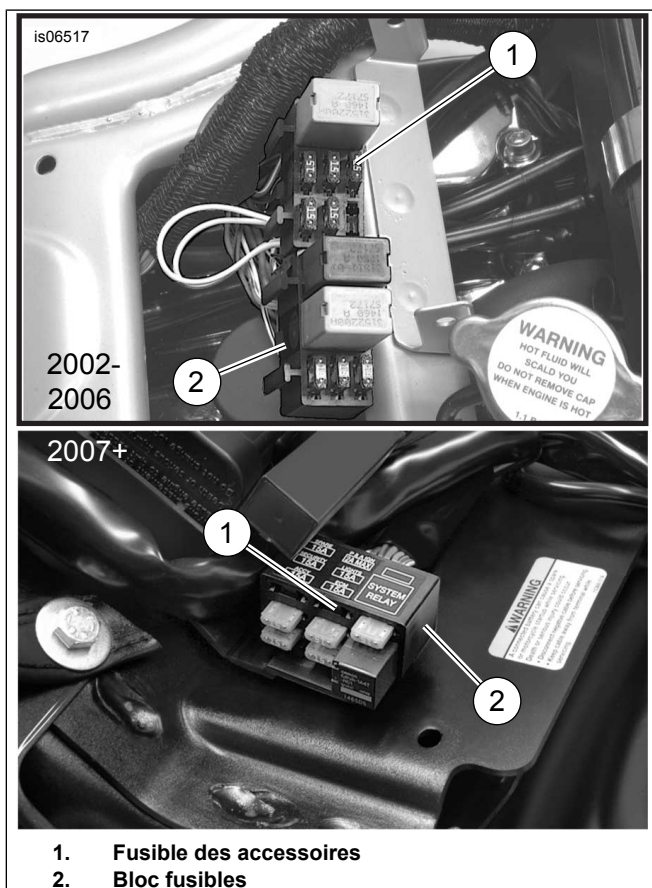

Figure 15. Emplacements des fusibles des accessoires (modèles V-Rod)
1. Voir Figure 15. Couper avec précaution une partie de la gaine du faisceau principal près du bloc fusibles (2) à un point accessible. Couper le fil orange/blanc du faisceau principal conduisant à la cavité de fusible (1) marquée :